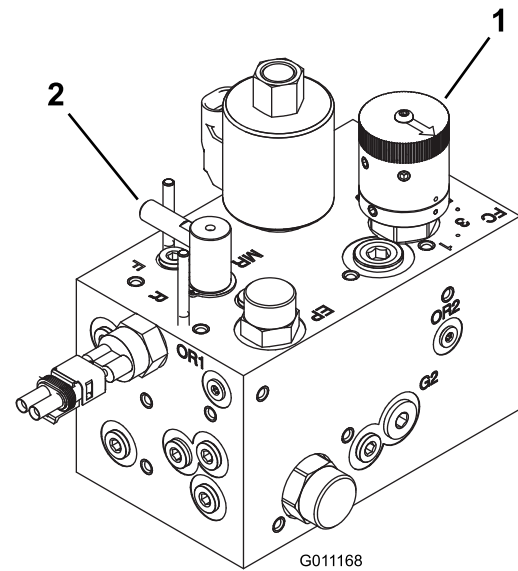

Bild 44
2. Drehen Sie das Spindeldrehzahlhandrad (Bild 44) auf die Zahl, die Sie in Schritt 1 ermittelt haben.